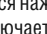

рис. 11
- Электронный переключатель ККВ (рис. 11) имеет пять кнопок.